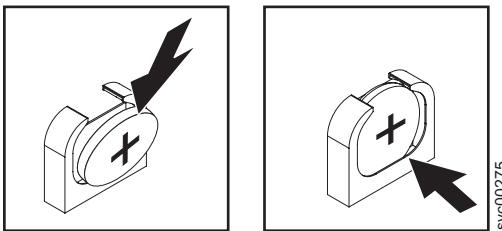

図 138. SAN ボリューム・コントローラー 2145-CG8 または 2145-CF8 CMOS バッテリー・ホルダー
- b. バッテリーを、所定の位置にカチッと音を立てて収まるまで、横方向に押しつけてソケットにはめ込みます。図 138 に示すように、バッテリー・クリップがバッテリーを確実に保持するようにします。